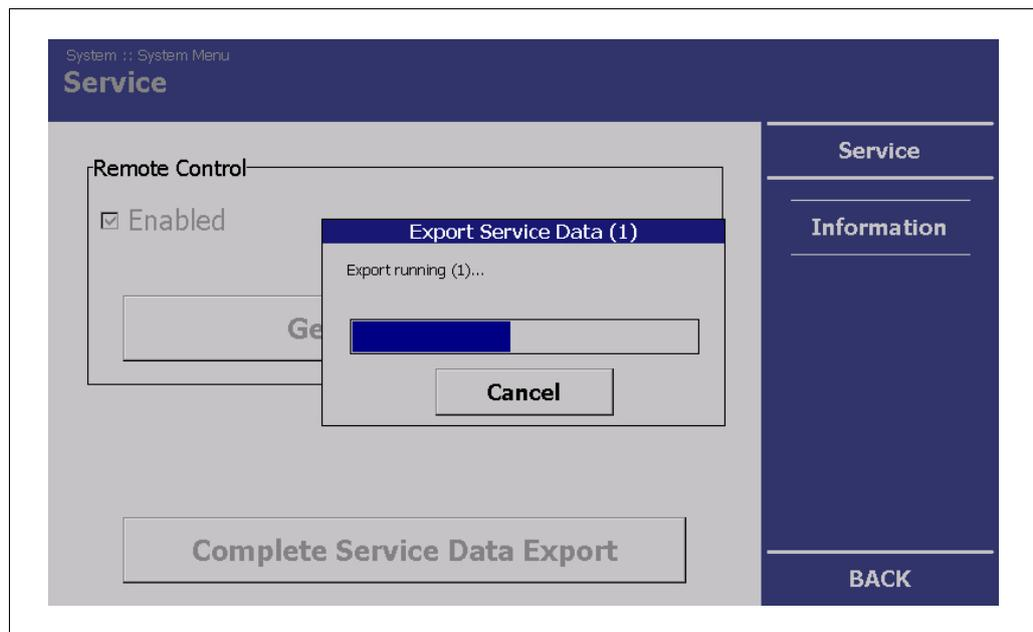

Abb. 41 Systemmenü, Service – Export der Servicedaten
- ▶ Führen Sie vor dem Update eine Sicherung der Messkanaleinstellungen (Kap. 6.5.2, Abb. 41) durch und importieren Sie anschließend die gesicherten Einstellungen nach erfolgreichem Softwareupdate.